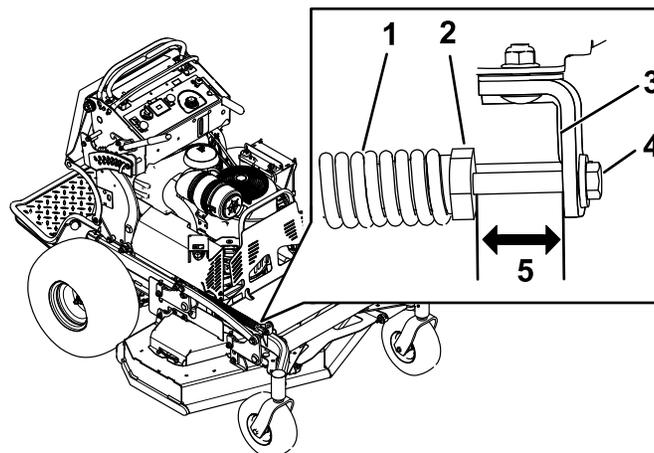

Рисунок 99
60-дюймовой деки – 38 мм, как показано на Рисунок 99.
4. Если необходимо, отрегулируйте это расстояние при помощи болта в передней части монтажного кронштейна (Рисунок 99).
2. Проверьте расстояние между гайкой пружины и задней стороной приваренного монтажного кронштейна (Рисунок 99).